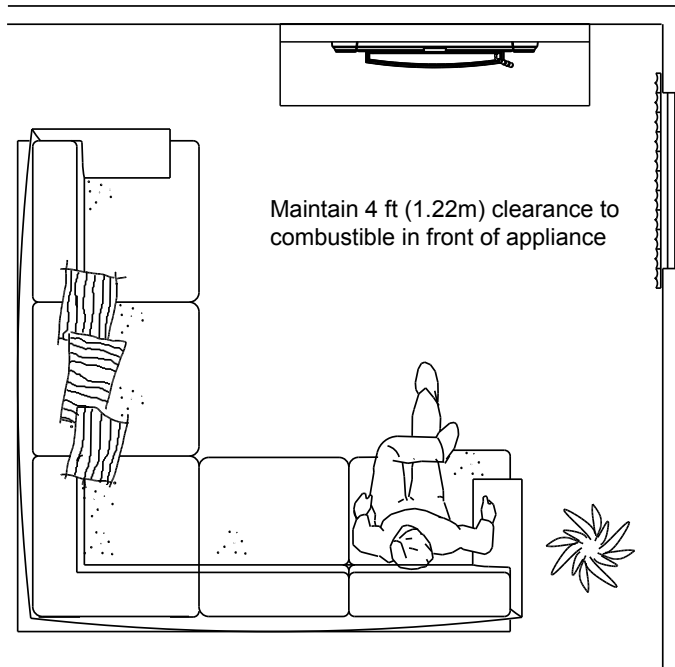

Figure 16.1
- Ne placez AUCUN objet inflammable à moins de 1,2 m (4 pi) devant l'appareil. Voir la figure 16.1.